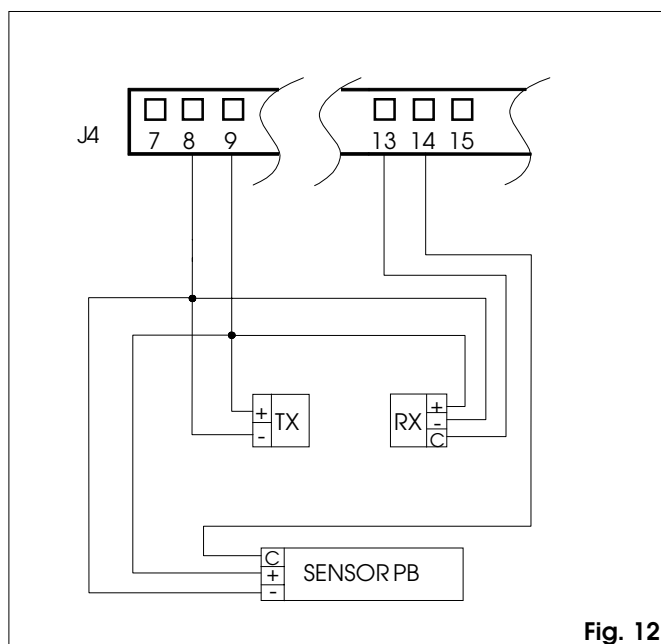

Fig. 12
- ① **Fusible F1** 4AT/230Vac - 5x20
- ② **Conector J1** Secundario Transformador - fig.12
- ③ **Conector J2** Conector rápido del selector funciones Manual/Noche, Abierto, Automático
- ④ **Conector J3** Conexión KP-Controller